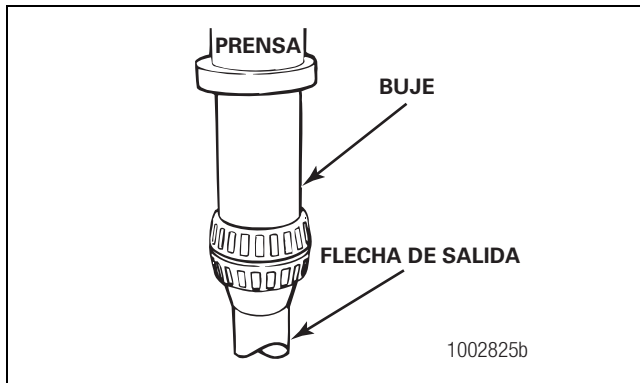

Figura 5.89
- Si se desmontaron los conos de cojinetes de la flecha de salida, instale nuevos conos de cojinetes. Coloque ambos conos espalda con espalda en la flecha de salida. Use una prensa y buje para instalar ambos conos. Aplique presión hasta que los asientos interiores de los conos queden asentados en el hombro de la flecha de salida. Figura 5.89.